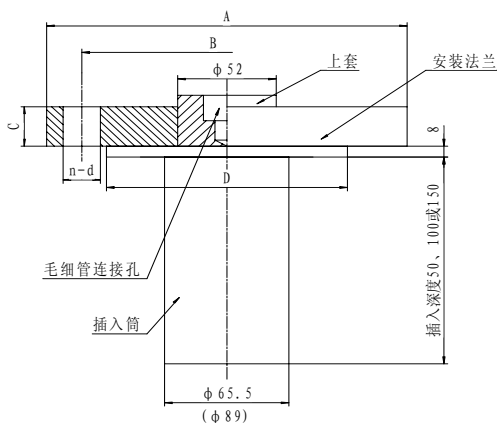

图 4 1199EFW 型插入式远传法兰
- 3) 1199EFW 型插入式远传法兰,外形尺寸见图 4。